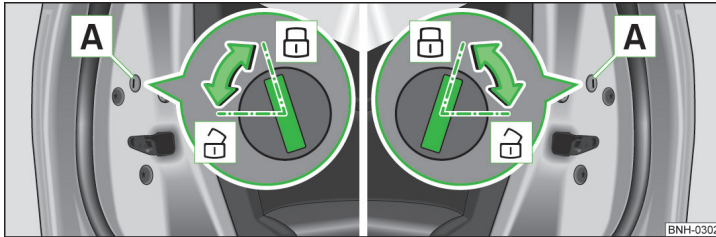

Abb. 149 Notverriegelung: Tür hinten links/rechts
**Notverriegelung** » Abb. 149
Vor der Verwendung des Notverschlussmechanismus die Blende **A** » Abb. 149 abnehmen. Nach der Verwendung die Blende in die entsprechende Bohrung in der Tür wieder einsetzen.